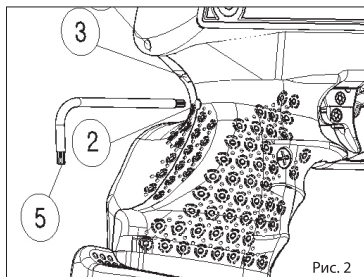

Рис. 2
- 15 Регулировка длины рабочего хода (рис.2) производится поворотом винта с помощью динамометрического ключа № 5(T8) через отверстие № 2. При вращении винта вправо рабочий ход уменьшается, при вращении влево – рабочий ход спускового крючка увеличивается.